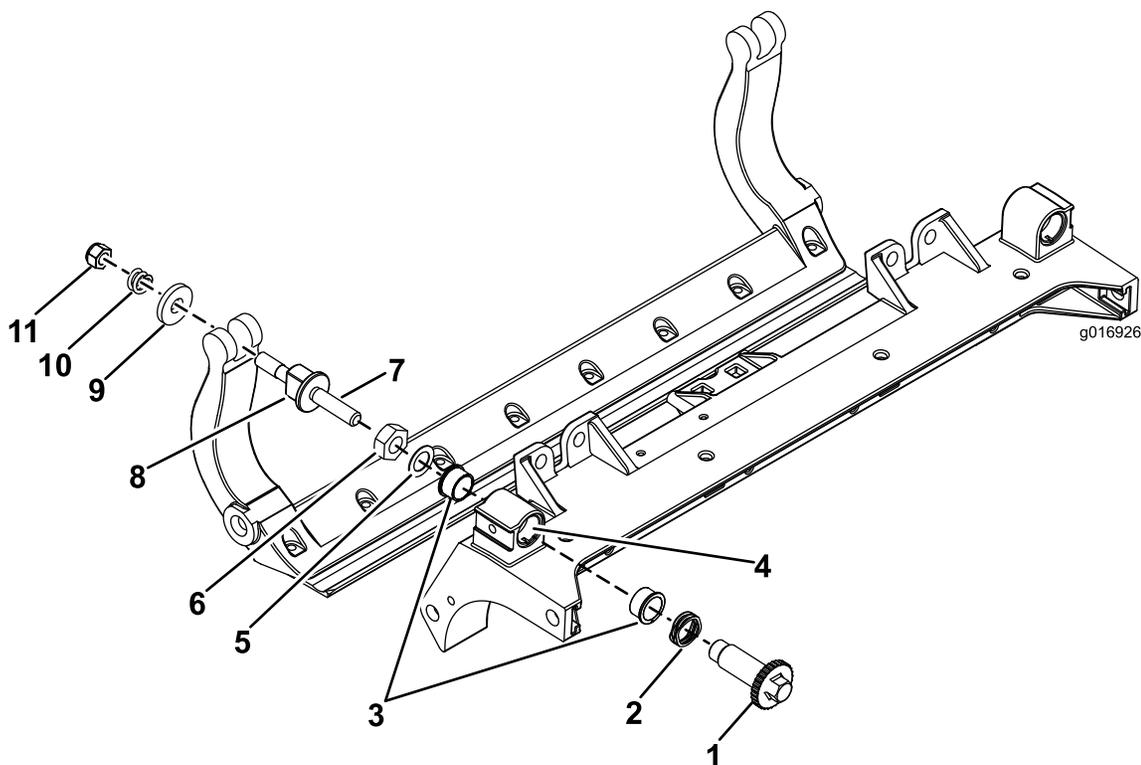

图 30
1. 拆除所有零件 (请参阅 HD DPA 套件 安装说明和 图 30)。
2. 将防啮合剂涂抹到滚刀组中心机架 (图 30) 的轴套区内侧。
3. 将凸缘轴套上的键与机架的槽对准, 然后安装轴套 (图 30)。
4. 将一个波形垫圈安装到调节器轴上, 然后调节器轴滑入滚刀组机架中的凸缘轴套内 (图 30)。
5. 使用扁平垫圈和锁紧螺母固定调节器轴 (图 30)。
12. 在两个尼龙垫圈的外侧各放一个钢垫圈 (图 30)。
**注意:** 内侧的垫圈可能有空隙 (图 30)。
15. 旋紧每个底刀架调节器总成上的螺母, 直到加压弹簧完全压紧, 然后往回松开 1/2 圈 (图 30)。